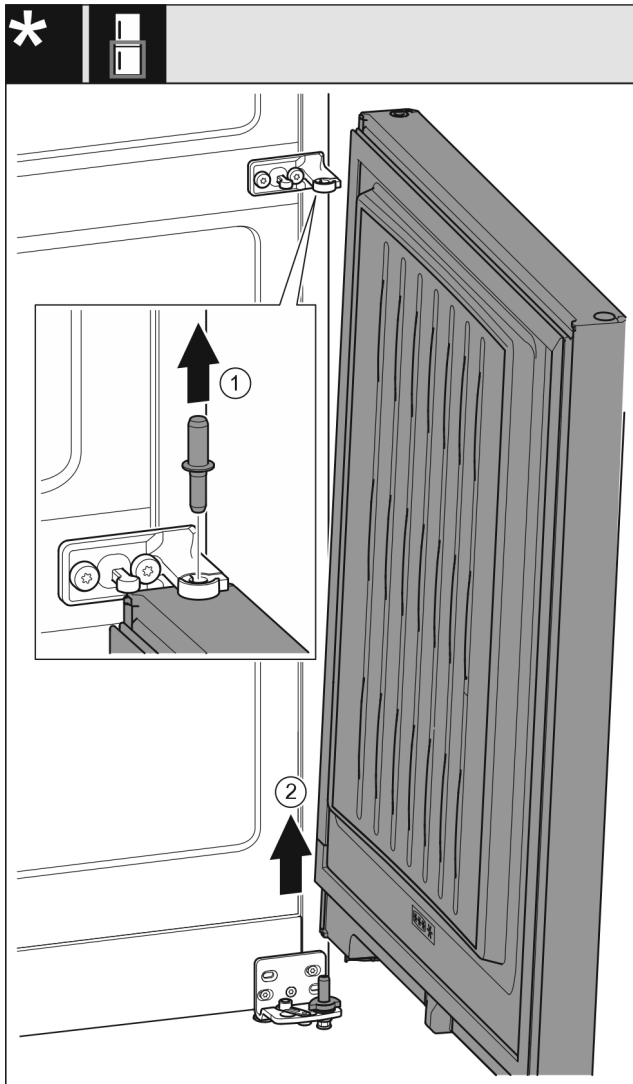

Fig. 26 Sans amortisseur de fermeture*
- Retirer l'axe Fig. 26 (1) par le haut.*
- Faire pivoter la porte Fig. 26 (2) vers l'extérieur, la retirer par le haut et la mettre de côté.*